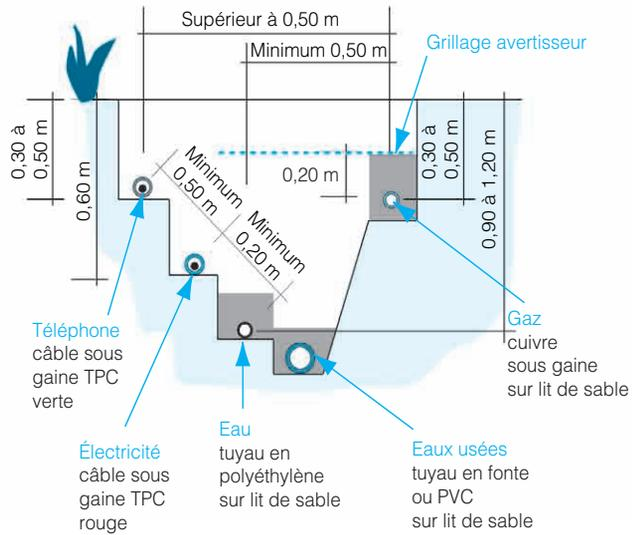

Figure 259 : Règles d'enfouissement des canalisations
- tout croisement ou cheminement le long d'une canalisation non électrique (eau, gaz) doit s'effectuer à une distance minimale de 0,20 m (figure 259) ;